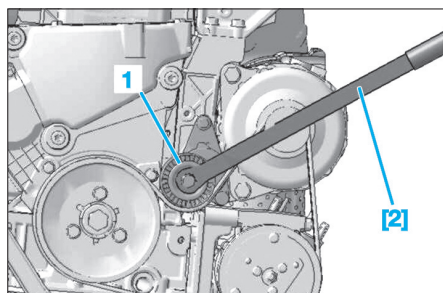

Fig. 32
- Monter la courroie d'entraînement des accessoires en veillant à ce que la courroie soit correctement positionnée dans les gorges et en finissant par le galet tendeur dynamique (1) (Fig.32).